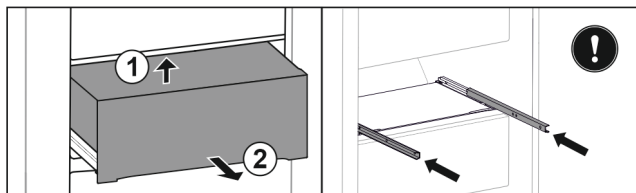

Fig. 148
- ▶ Løft skuffen nedenfra på baksiden. Fig. 148 (1)
- ▶ Ta ut skuffen framover. Fig. 148 (2)